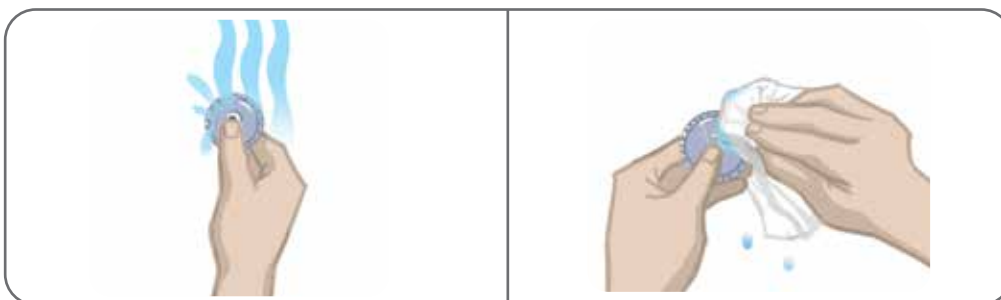

Figure 11-5 : Humidification et élimination de l'excès d'eau
4. Mouillez les nouvelles électrodes rondes en tissu à l'eau courante jusqu'à ce qu'elles soient saturées. Reportez-vous à la figure 11-5.
5. Avec un chiffon, essuyez ou absorbez délicatement l'excès d'humidité à l'arrière (côté pression) des électrodes. Reportez-vous à la figure 11-5.